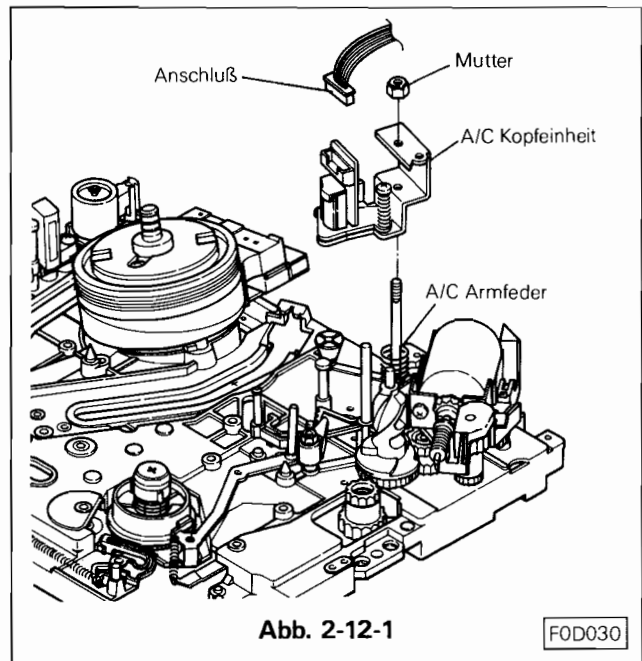

Abb. 2-12-1
2-12-1 Ausbau (siehe Abb. 2-12-1)
- C. Die Kopfeinheit auf dem Schacht aufstezen während die A/C Haltearmfeder ca. 60 nach rechts gedrückt wurde. (Siehe Abb. 2-12-1)
- E. Stecker auf der A/C Platine aufstecken. Siehe Abb. 2-12-1.